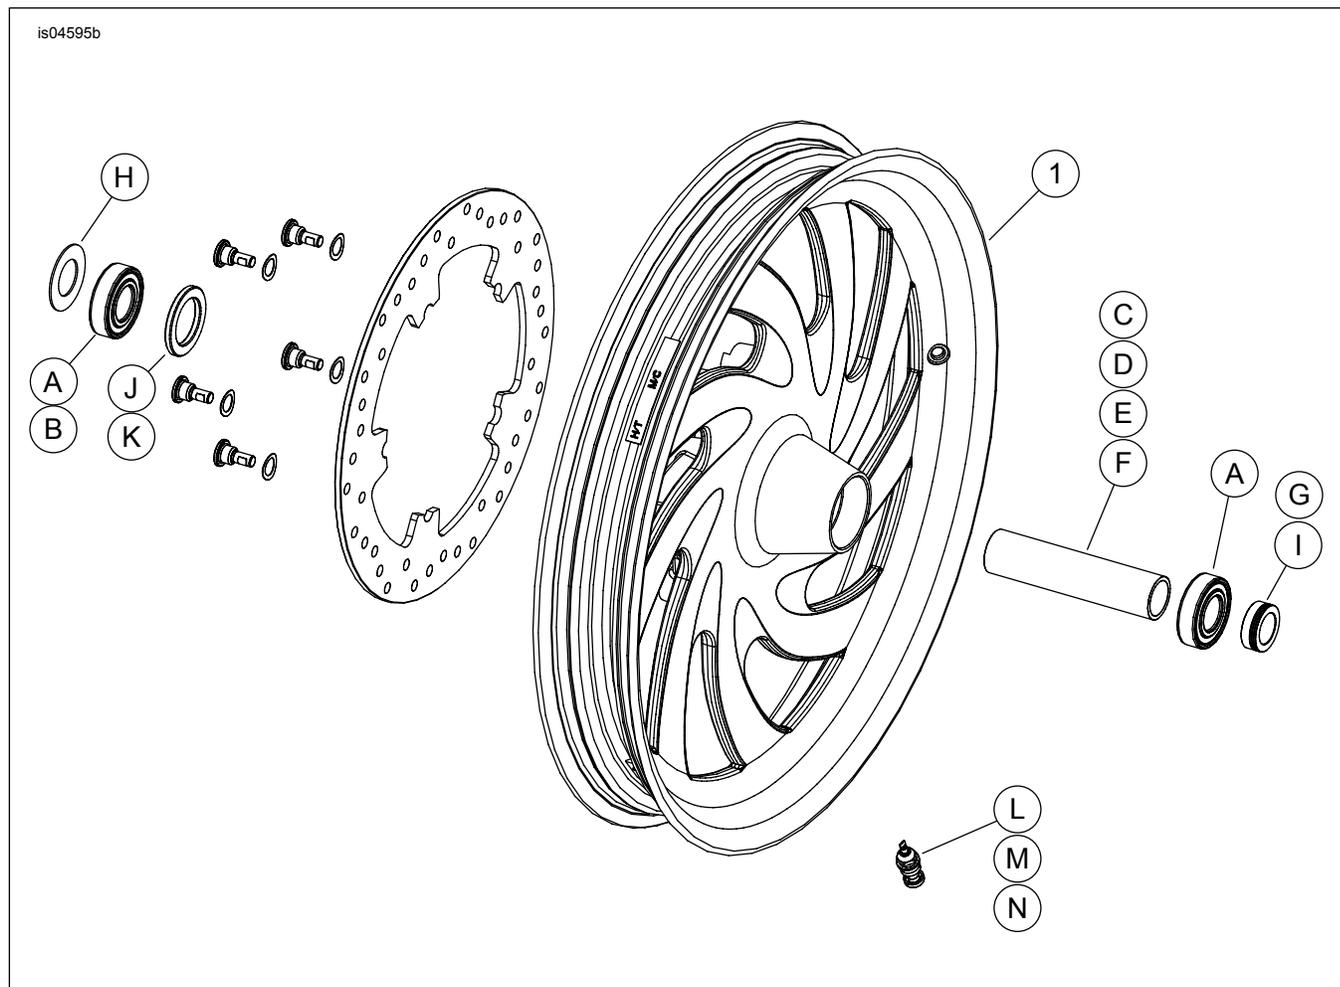

Figura 2. Piezas de servicio: Rueda delantera de centro lleno Typhoon (se muestra la rueda de 19 pulg.)
2. Vea Figura 2. Instale el conjunto del vástago de la válvula (M) en la rueda. Consulte la sección NEUMÁTICOS en el Manual de servicio.